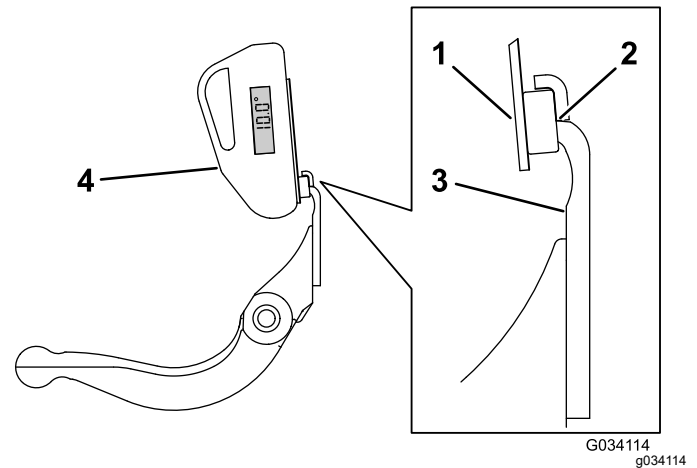

Рисунок 25
3. Встановіть кріплення індикатора кута на кромці нерухомого ножа так, щоб край магніту збігся з кромкою нерухомого ножа (Рисунок 25).
4. Встановіть індикатор кута на кріплення, як показано на Рисунок 25.